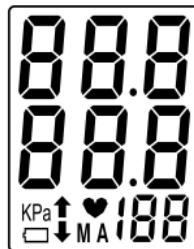
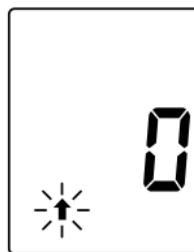

Рис.2
Рис.3
3. На дисплее кратковременно высветятся все символы (рис. 2), прозвучат два коротких звуковых сигнала. После звукового сигнала, на экране высветится "0" и начнет мигать маркер "►". Это означает, что прибор готов к измерению (рис. 3).